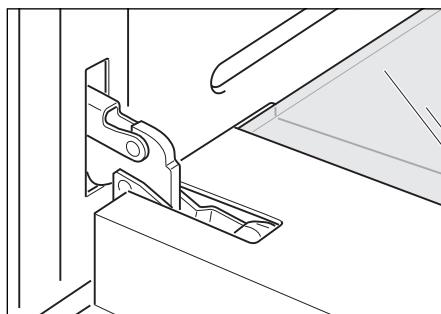

Figura 50a
- Aprire al massimo la porta (Figura 50a).